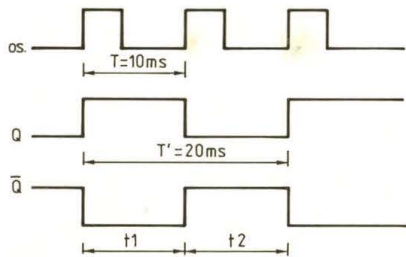
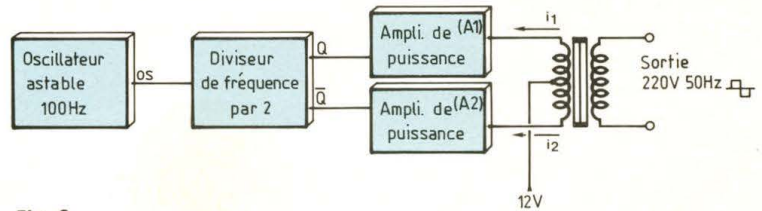

Fig. 1
Fig. 2
- La troisième idée, et c'est celle qui sera retenue, consiste à se contenter d'une tension de sortie rectangulaire mais à une fréquence de 50 Hz stable. Les utilisations courantes : lampes à incandescence, petits moteurs, acceptent sans problème cette forme de tension non sinusoïdale. D'ailleurs, les constructeurs de convertisseurs de petite puissance adoptent cette solution économique. Remarquons que pour un signal rectangulaire, la valeur efficace est égale à l'amplitude. Le schéma structurel du convertisseur est alors le suivant (figure 1) et les principaux chronogrammes figure 2.
Lorsque l'entrée Clock est sollicitée par le signal délivré par l'astable, les sorties 12 et 13 fournissent simultanément deux signaux rectangulaires Q et Q̄ identiques mais en opposition de phase (fig. 2).